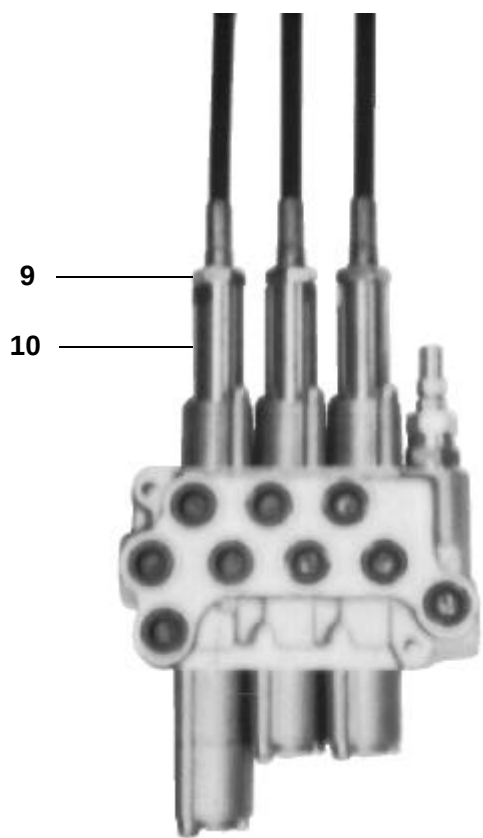

Fig. 6-3-1
6.2.1 Registrazione cavo comando posizione flottante (Fig. 6-3-1)
6.2.1 Adjustment of the fall for the floating position (Fig. 6-3-1)